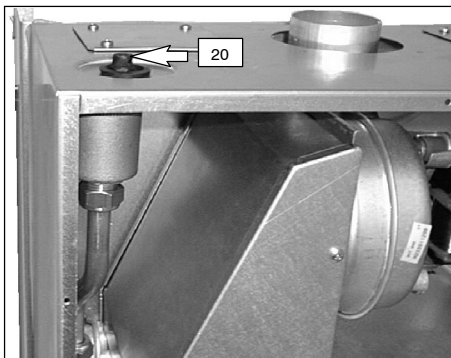

fig. 4.6
- 9 Allentare il tappo della valvola di sfiato automatico (20 in fig. 4.6).